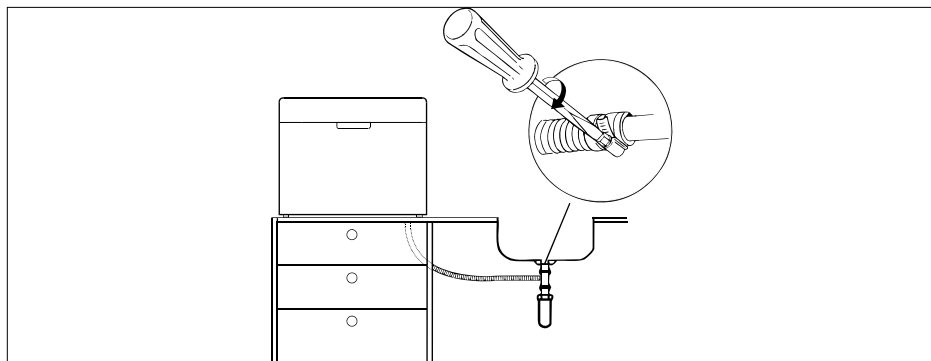

Fig. 7
- ▶ Fije el extremo de la manguera de modo que esta no pueda deslizarse (véase **fig. 7**).